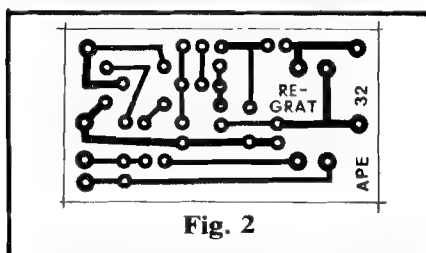

Fig. 2
- **FIG. 2** - O **lay out**, em tamanho natural, da plaquinha de Circuito Impresso específica para a montagem... Notem que a compactação foi a tônica do desenho, já que pretendíamos manter a possibilidade de até "embutir" o REGRAT dentro do gravador acoplado... As pistas são fininhas e as ilhas estão bastante próximas umas das outras... Assim, é necessário algum cuidado, tanto na traçagem, quanto na corrosão e acabamento da placa, operações que devem ser finalizadas com